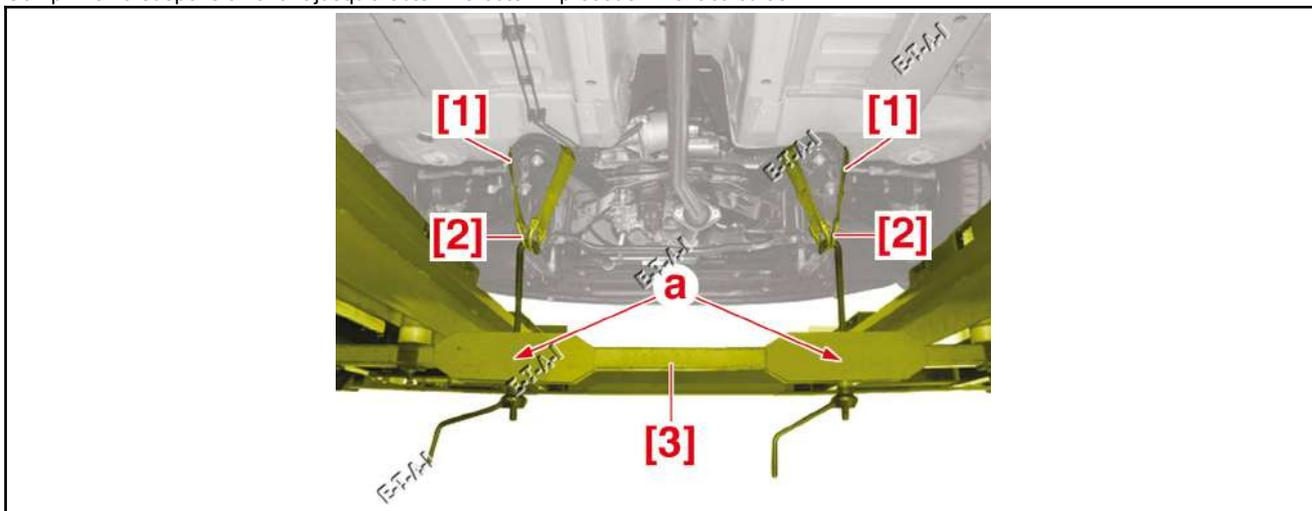

Fig.2
- Placer les outils [1] et [2] autour des extrémités du berceau(Fig.2).